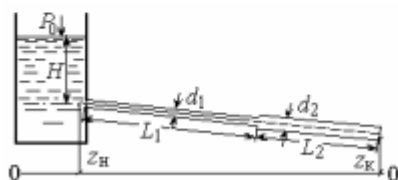

Рис. 4
z) м, температура воды в трубопроводе $t = 15^\circ \text{C}$ (рис. 4).